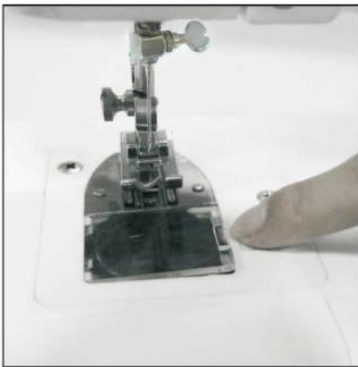

Abb. 7
- 1) Schieben Sie den Schieber der Abdeckung der Unterfadenspulen nach rechts und entfernen Sie die Spulenabdeckung (Abb. 7).